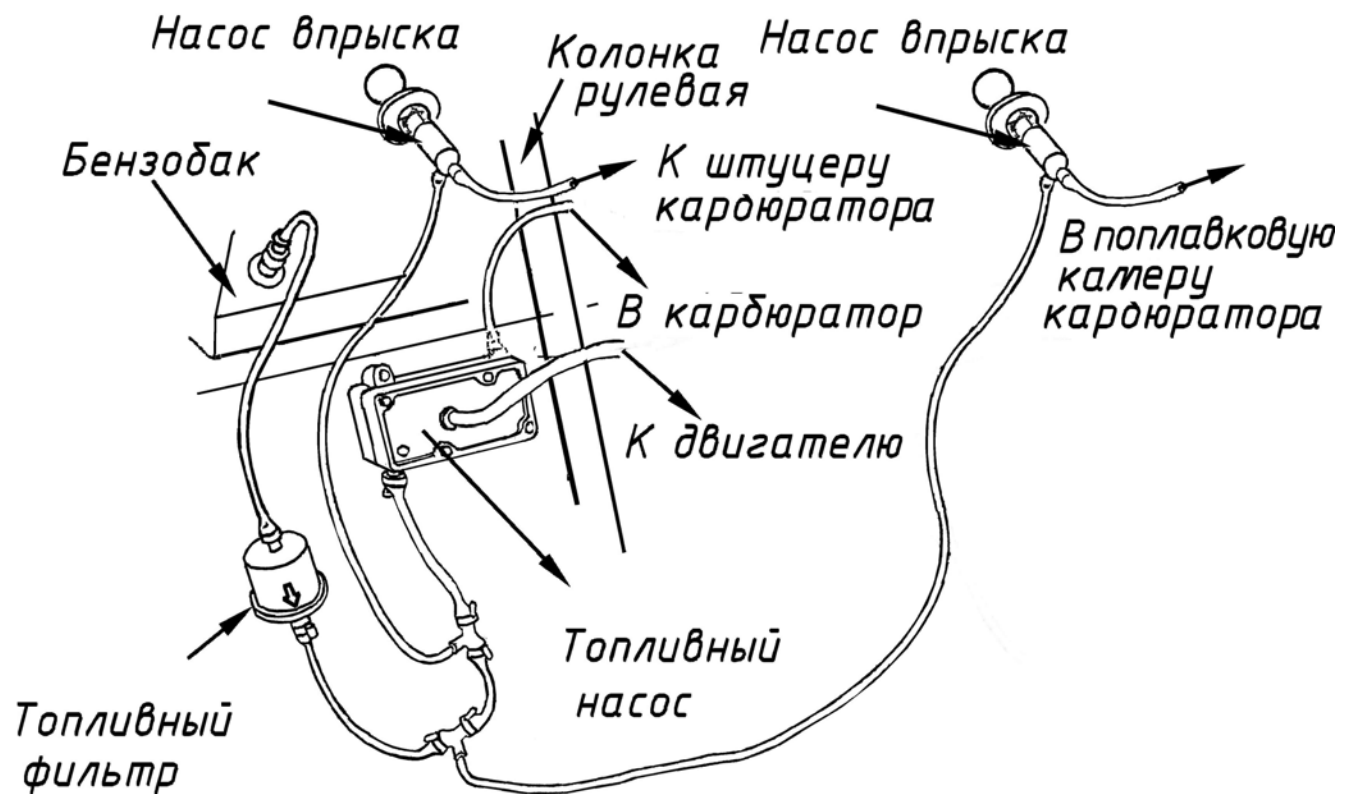

Рисунок 21 – Система питания
- проверить герметичность соединения трубки, соединяющей штуцер картера с топливным насосом (рисунок 21);